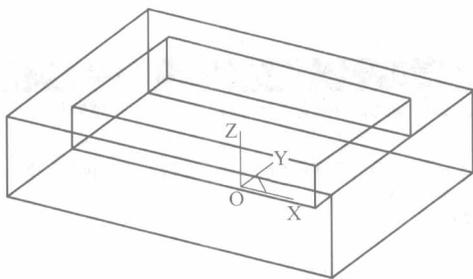
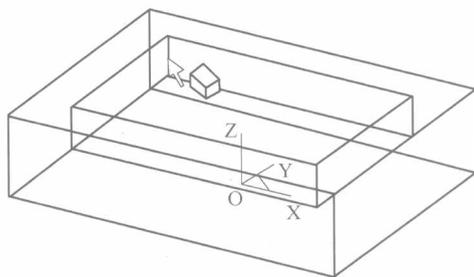
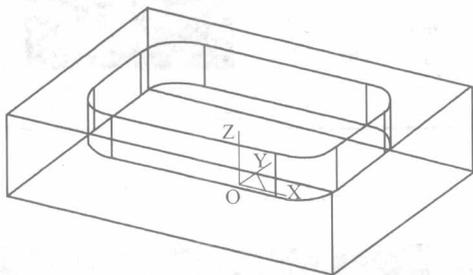

图 1-12
图 1-13
图 1-14 “线框显示”方式
(4) 单击“线架显示”图标 (目的是为了方便的“拾取过渡棱边”), 结果如图 1-12 所示→单击“过渡”图标→在【半径】栏中输入“10”→对照图 1-9 拾取图 1-13 中需过渡的棱边(共有 4 条), 当【边】栏中出现“边 0、边 1、边 2、边 3”提示后→单击【确定】按钮, 结果如图 1-14 所示。